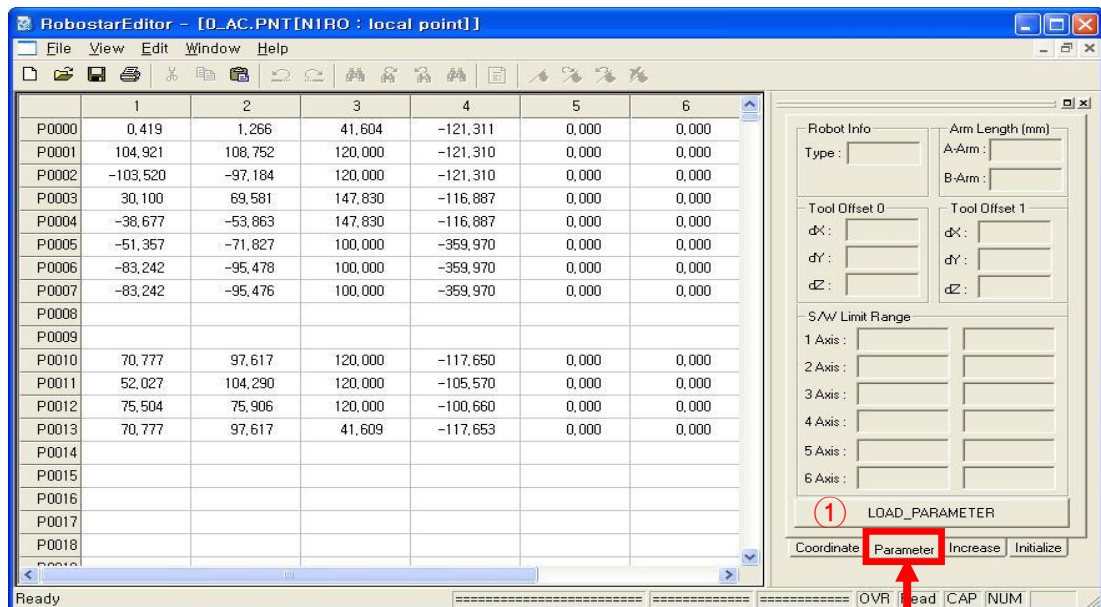
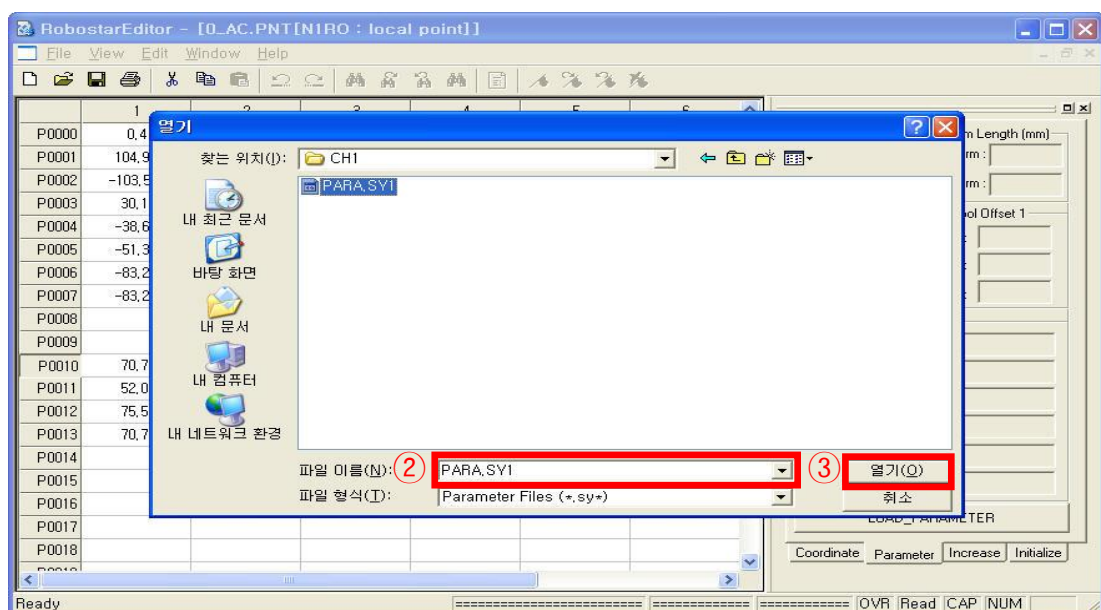

图3-10
图3-11
下图3-10是在Point Editor中XY坐标变换时使用Point Coordinate功能的情况，可以读取必要的PARAMETER情报的Tap。
与上图3-10① 选择“LOAD PARAMETER”后，将开启下图3-11坐标变换时使用的控制器内的Local Parameter文件。